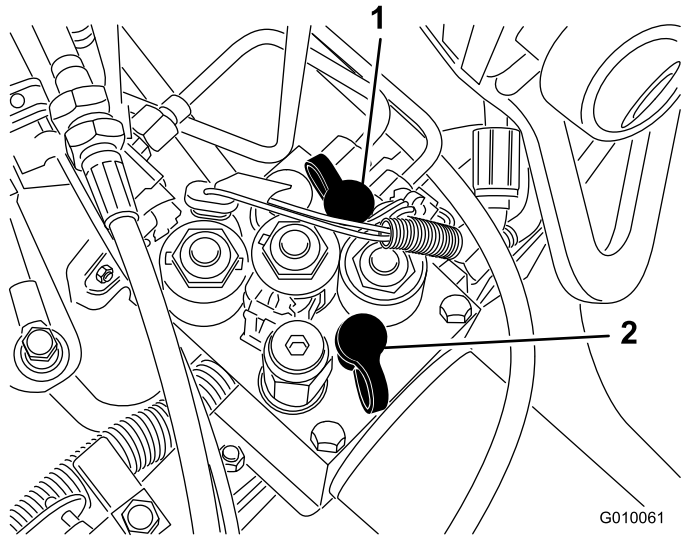

图 65
- 测试端口 G 2 (图 65) 用于协助对驱动补油回路进行故障诊断。
- 测试端口 G 1 (图 65) 用于协助对提升油路压力进行故障诊断。